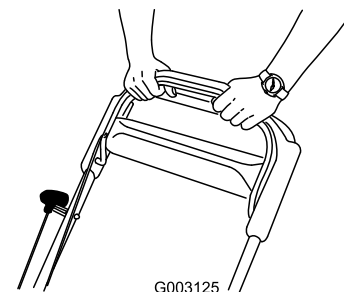

Figura 16
3. Sujete la barra de control de las cuchillas contra el manillar (Figura 16).